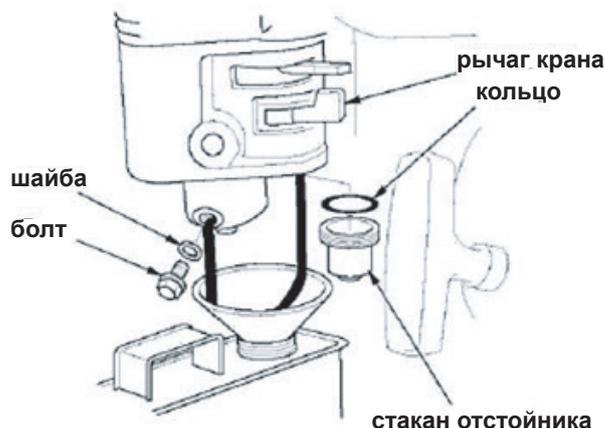

Рис.36
- Поместите подходящую емкость для топлива под карбюратор (Рис. 36), и используйте воронку, чтобы не пролить топливо.